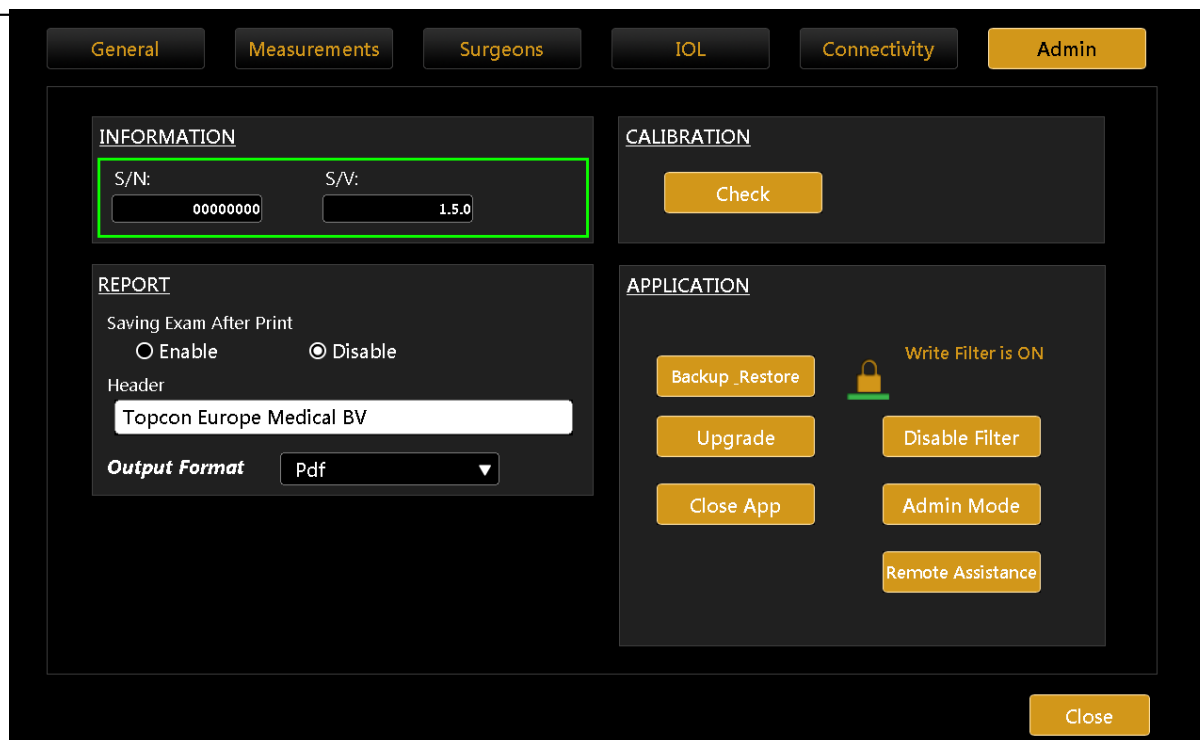

Рис. 102
13. Программное обеспечение Aladdin было обновлено. Чтобы убедиться в этом, откройте вкладку настроек "**Административные**" ("**Admin**") и проверьте, что версия, указанная в поле S/V, совпадает с версией установленного обновления (см. рис. 102).